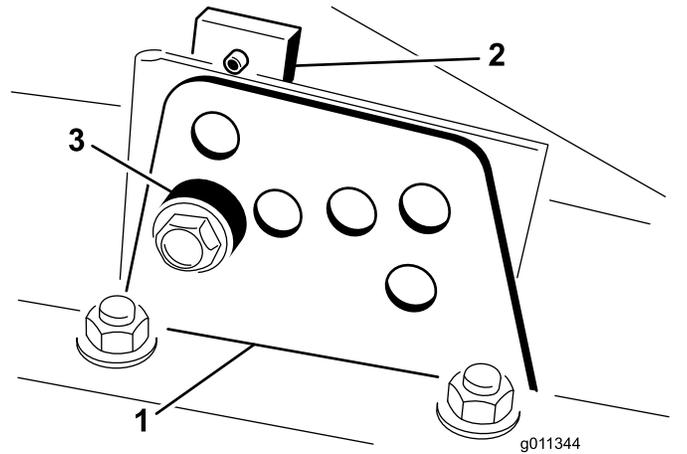

Figura 7
2. Afloje el perno que sujeta cada soporte de altura de corte a la pletina de altura de corte (delante y en cada lado) (Figura 7).
4. Sujetando la cámara, retire el espaciador (Figura 7)